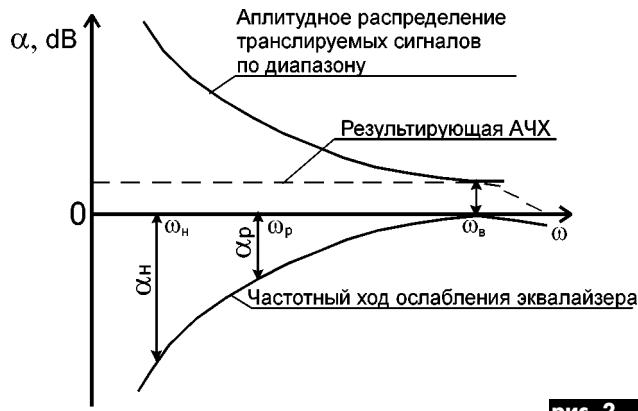
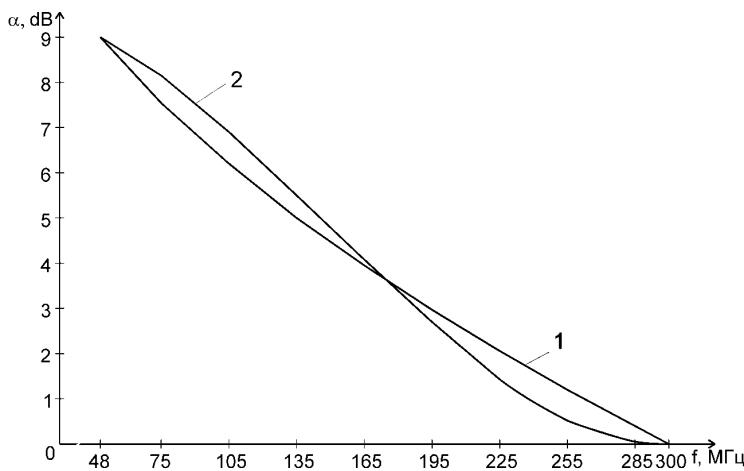
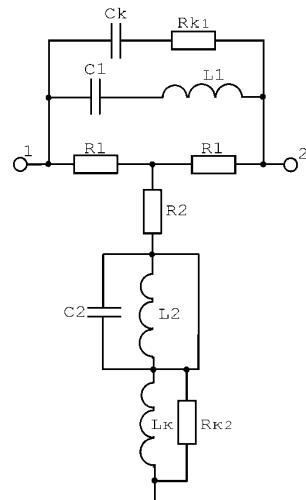

рис. 2
рис. 4
рис. 5
Для кабеля RG-11 требуемый частотный закон ослабления эквалайзера показан на рис.4 (кривая 1).
3. На средней частоте (в общем случае любой принимаемой)  $f_p = (f_e + f_n)/2 = 174$  МГц (по графику рис.4 или по формуле (1) определяют требуемое ослабление эквалайзера на частоте  $f_p$  (см. рис.2)):
9. Для контроля строят частотный ход ослабления эквалайзера и наносят его на график рис.4 (кривая 2)
Как следует из рис.4, частотный ход ослабления рассчитанного эквалайзера несколько отличается от требуемого и по форме напоминает частотный ход ослабления колебательного контура. В некоторых точках величина отклонения от требуемого закона достигает 0,7 дБ. Для лучшего приближения к линейному закону на практике контуры слабо шунтируют с дополнением малой реактивности (**рис.5**).